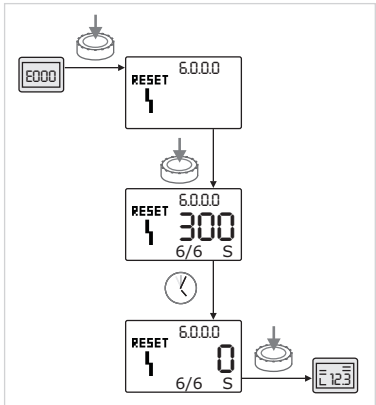

Fig. 48: Validarea tipului de eroare B (X=Y)
- Dacă numărul actual de apariții al erorii este egal cu numărul maxim (Fig. 48):